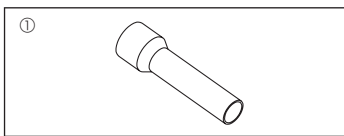

Fig. 1-1
1.6. Accessoires van het buitenapparaat (Fig. 1-1) (SW160, 200)